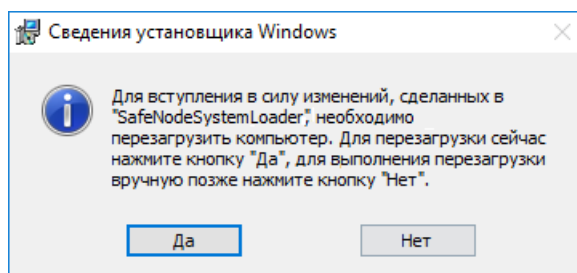

Рисунок 3.6 – Информационное сообщение о перезагрузке ЭВМ
3.2.8 Установка изделия завершена, после закрытия мастера установки появится информационное сообщение с предложением перезагрузить ЭВМ (рисунок 3.6).